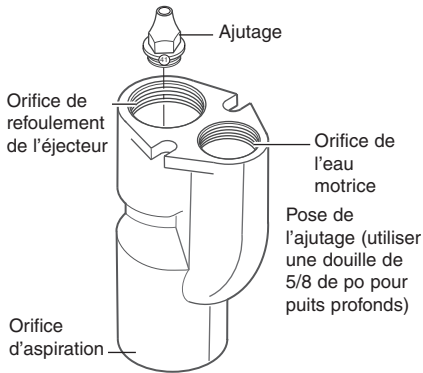

Figure 3
- Si on remplace l'ajutage, utiliser une douille longue de 5/8 de pouce pour le déposer, puis poser le nouvel ajutage dans la partie supérieure (orifice double) du corps de l'éjecteur (voir la Figure 3). L'ajutage se visse dans le troisième jeu de filets visibles à l'intérieur de l'orifice de refoulement (le plus grand) du corps de l'éjecteur. Sinon, passer à l'opération 5.